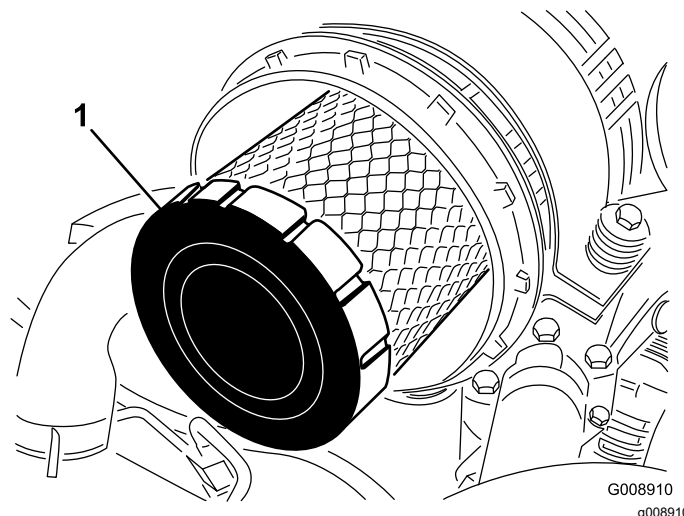

Figura 52
4. Retire y cambie el filtro primario (Figura 52).